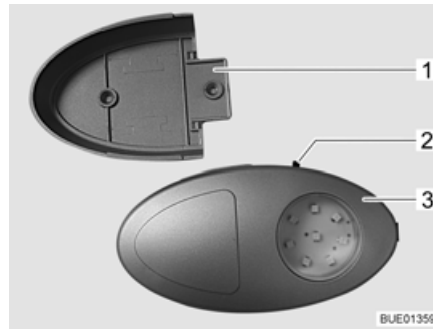

Fig. 85 Eclairage de la penderie/lampe de poche
- ▷ Il est possible d'extraire l'éclairage de la penderie de son support vissé (Fig. 85,1) et de l'utiliser comme lampe de poche.
Le bouton Marche/Arrêt (Fig. 85,2) se trouve directement sur l'éclairage de la penderie (Fig. 85,3).